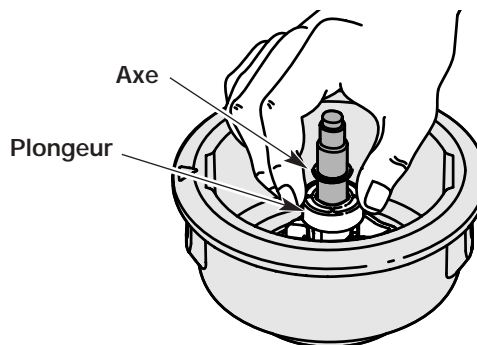

Fig. 22
- Nettoyez l'axe et la surface intérieure de la bobine extérieure. Pour nettoyer l'axe dissimulé sous le plongeur, appuyez sur celui-ci (Fig. 22). Enlevez toute trace de saleté et de débris de l'axe.